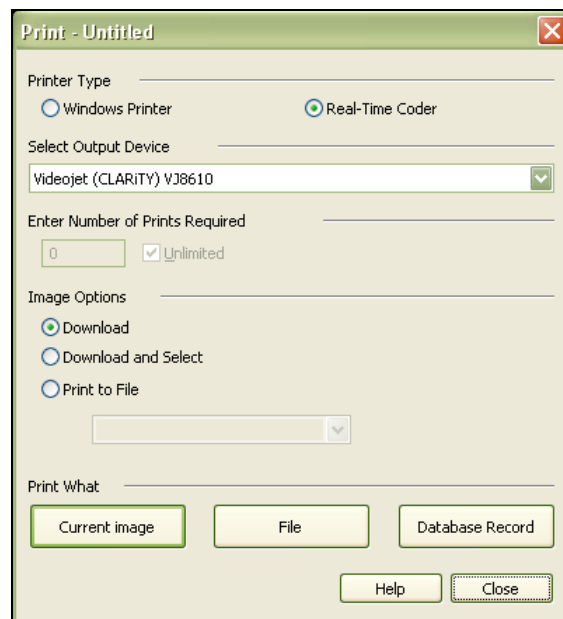

Figura 5-22: Seleccione el dispositivo de salida
- 2 Haga clic en el icono de impresora de la barra de herramientas de CLARiSOFT. Aparecerá la ventana *Impresora* (consulte la Figura 5-22 en la página 5-21).